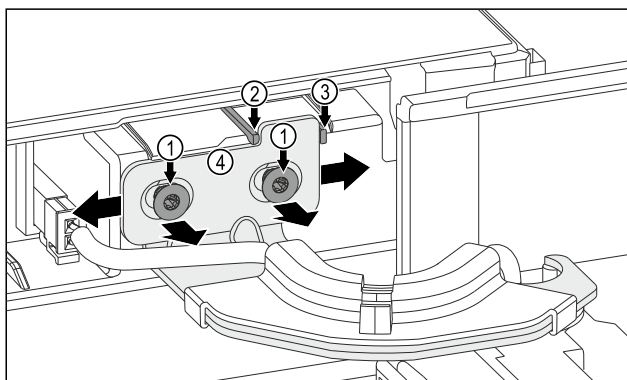

Fig. 11
- ▶ Beide schroeven Fig. 11 (1) losdraaien.
- ▶ Deur naar rechts verschuiven: Beveiligingsnop Fig. 11 (3) verwijderen.
- ▶ Deur naar links verschuiven: Beveiligingsnop Fig. 11 (2) verwijderen.
- ▶ Eindpositie van de deur is bereikt: Beide schroeven Fig. 11 (1) vastdraaien.